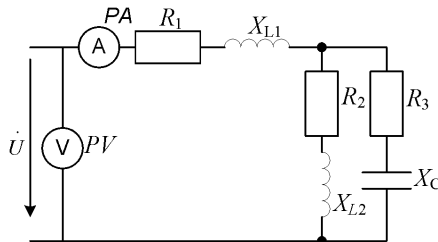

Рис. 3.19
7. Амперметр, включенный в неразветвленную часть цепи (рис. 3.19), показал ток $I = 2,4$ А, а вольтметр – напряжение $U = 120$ В. Определить индуктивное сопротивление X_{L1} , если $R_1 = 7$ Ом; $R_2 = 20$ Ом; $X_{L2} = 30$ Ом; $R_3 = 10$ Ом; $X_C = 20$ Ом.